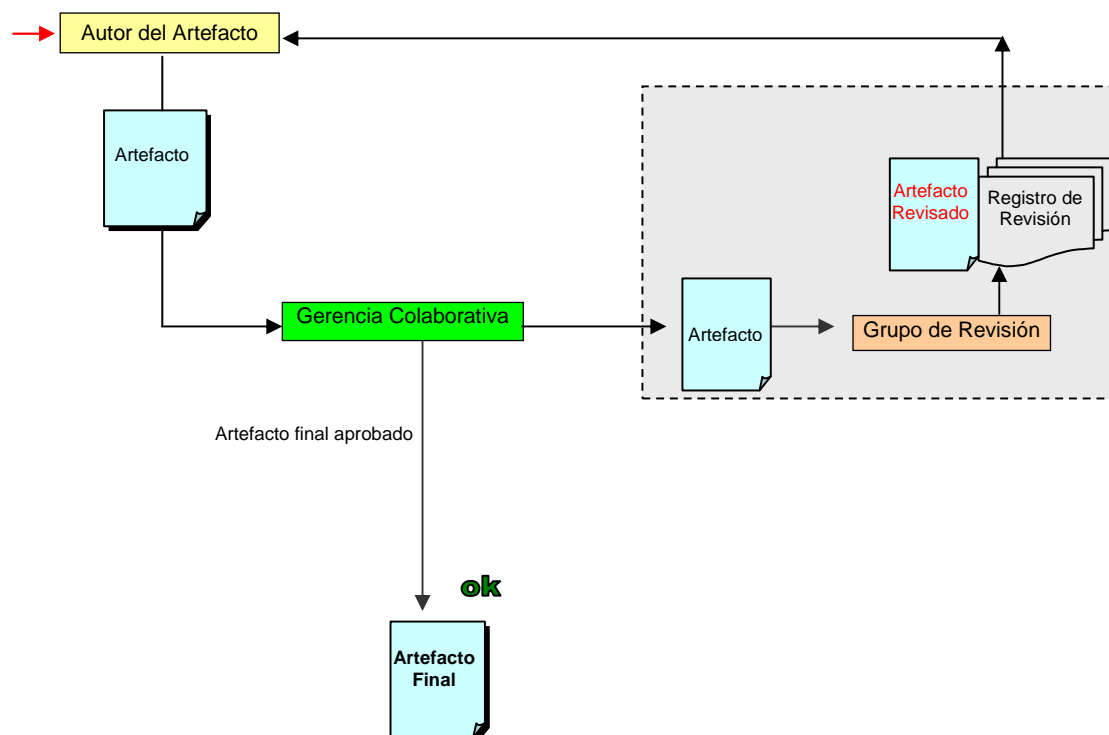

Figura 2 – Circuito de Revisión de Gerencia Colaborativa
- 9- En el caso de que los artefactos sean generados desde alguna de las disciplinas de: Gerencia de Calidad, Pruebas o Revisión y Configuración, el autor del mismo, enviará directamente el artefacto a la Gerencia Colaborativa para su revisión y aprobación. Ejecutando el tipo de revisión: *Revisión por pares*. (Figura 2).